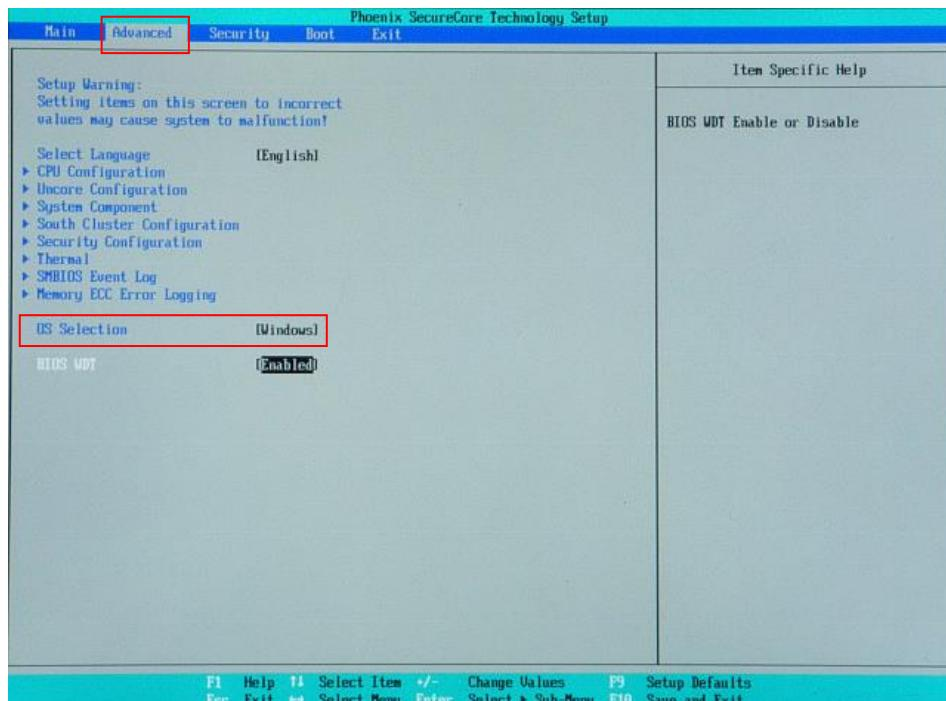

図5-1-4-1. BIOS設定 Advanced メニュー
- ④ [Boot] メニューを選択します。(図 5-1-4-2)
- ⑤ [ATA HDD] (m-SATA メインストレージ) を[USB HDD] (リカバリ USB) よりも上に設定します。